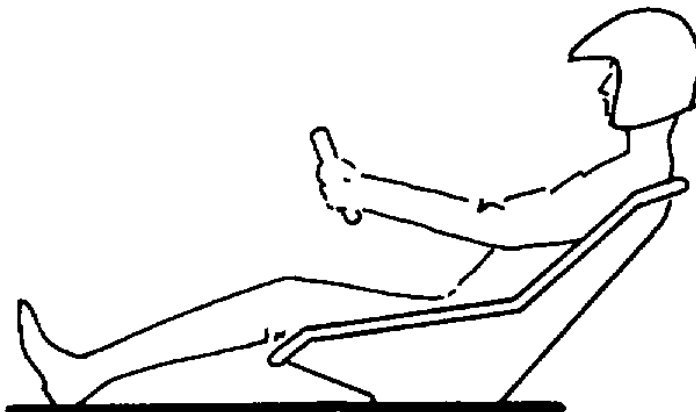

Fig. 2. Helt golv under föraren.
- Bilen ska undertill vara försedd med ett helt golv som täcker förarens ben och förarstol underifrån. Stålplåt minimum 2 mm tjocklek, aluminium minimum 3 mm tjocklek (Se fig. 2). Golvet ska vara skruvat i chassiet.